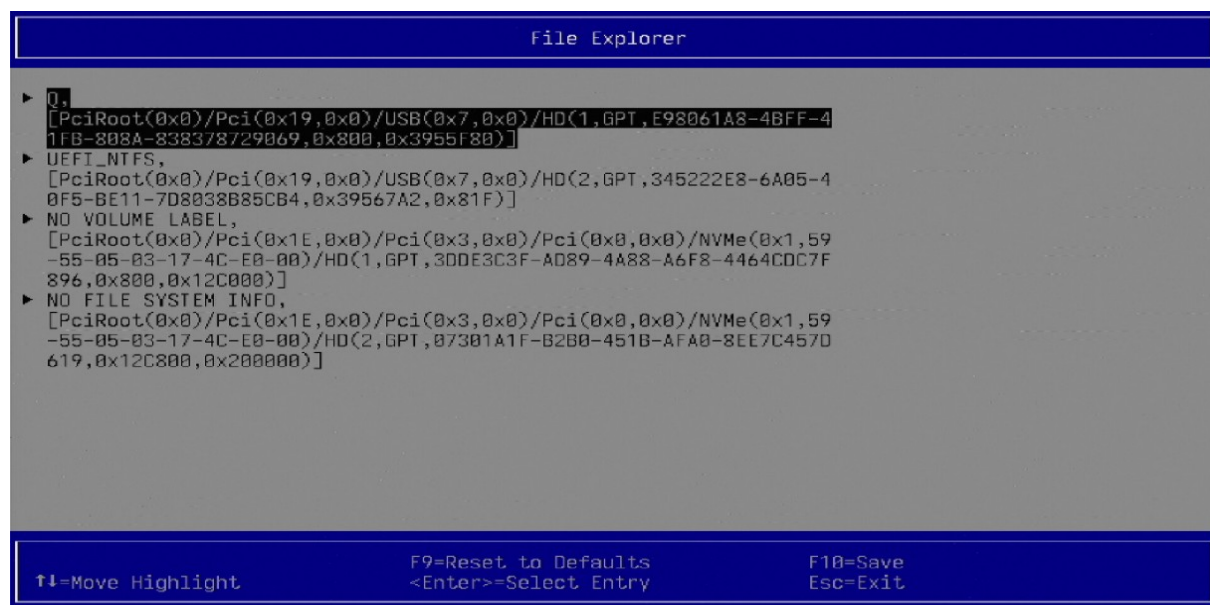

Рисунок 5 – Выбор файла прошивки
7. Выберите файл прошивки на USB-накопителе и подтвердите запуск (рисунок 5).